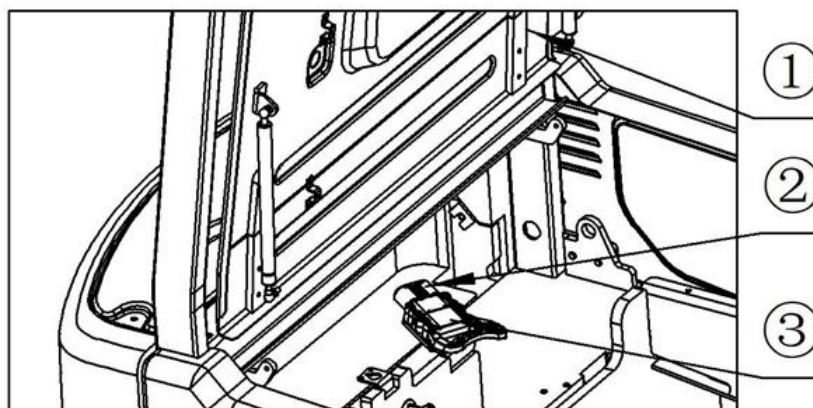

Рис. 3-46. Схема программы зарядки:
Важным является правильная работа зарядного устройства, поэтому нужно следовать инструкции изготовителя зарядного устройства. Порядок зарядки показан на Рис. 3-46.
- Открыть крышку аккумуляторной батареи сзади (поз. (1) на Рис. 3-46) и оставить ее открытой во время зарядки, чтобы развевать поднимающийся газ.
- Разъем от вилочного погрузчика (поз. (2) на Рис. 3-46) отсоединить от разъема аккумуляторной батареи (поз. (3) на Рис. 3-46).
- Если кабель не поврежден, то сначала надо приблизить зарядное устройство, и затем соединить разъем зарядного устройства с разъемом аккумуляторной батареи (поз. (3) на Рис. 3-46).
Снова соединить разъем аккумуляторной батареи (поз. (3) на Рис. 3-46) с разъемом вилочного погрузчика (поз. (2) на Рис. 3-46)
(5) Хранение аккумуляторной батареи.